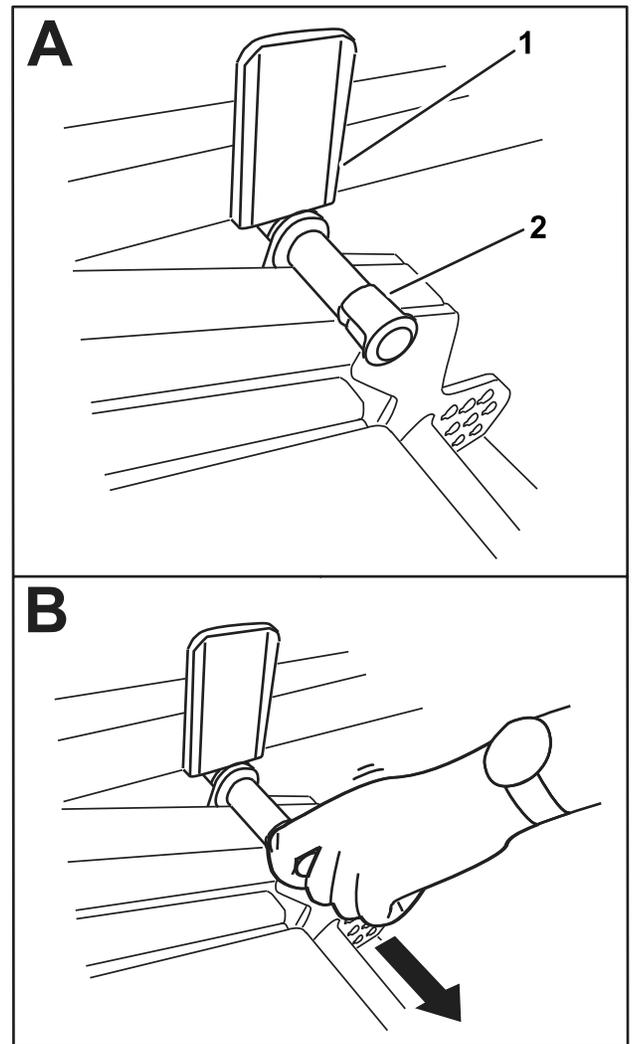

图 42
2. 缓慢向下旋转滚刀组直至柱销接触到提升臂板图 42 中的 A。
3. 用脚向下踩滚刀组然后拉出销中的 B 图 42 让滚刀组固定到行驶位置。